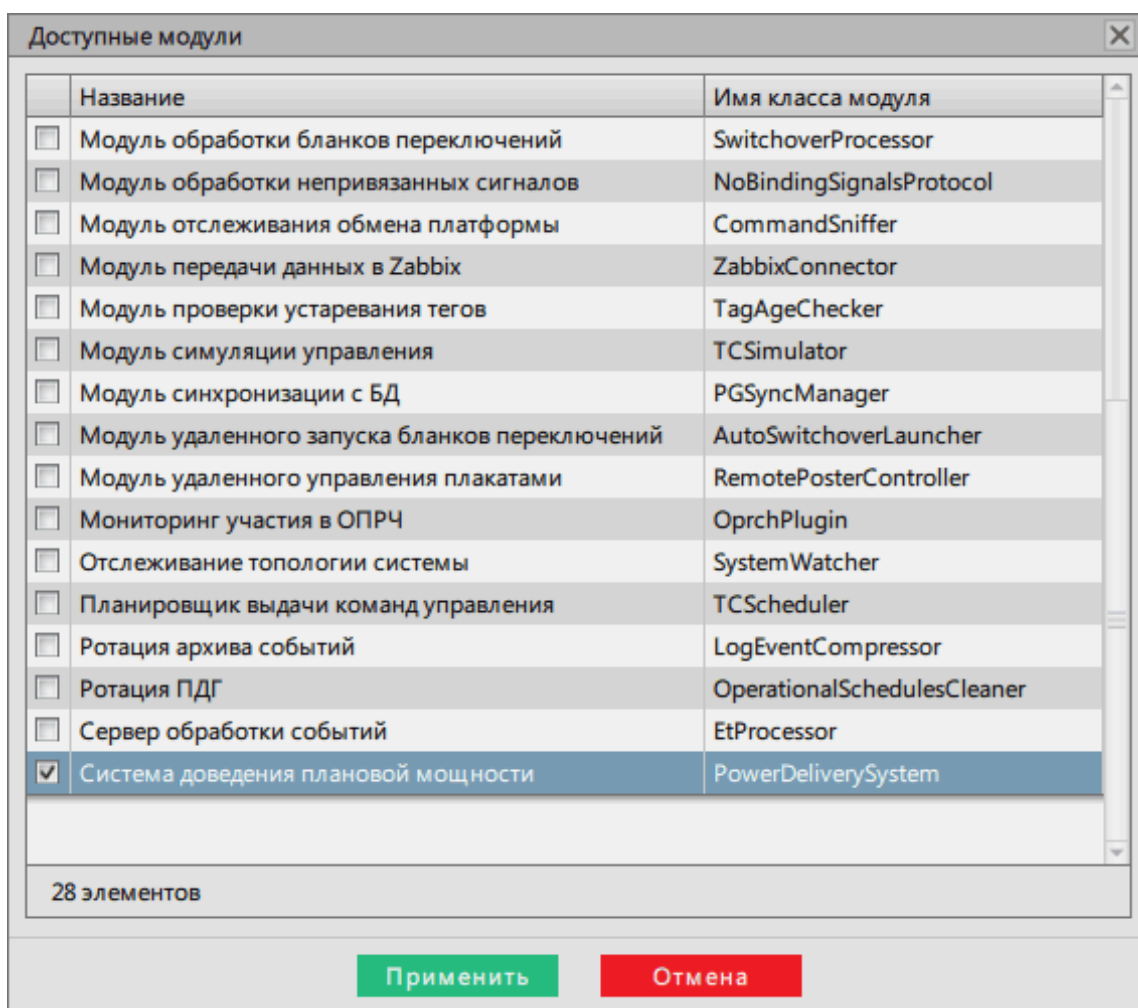

Рисунок 455 - Система доведения плановой мощности
6. Перейдите на вкладку **Настройки узла** и внутри в сервисных узлах (*Redkit_System_Service* или *Redkit_Master* и *Redkit_Slave*, в зависимости от типа конфигурации) добавьте модуль **Система доведения плановой мощности** (Рисунок 455).